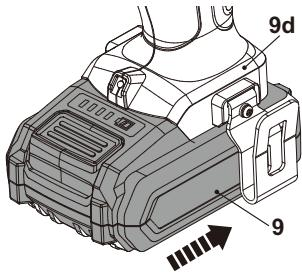

Fig. 2
- > Verrouillez l'interrupteur marche/arrêt (7) pour éviter tout démarrage accidentel en déplaçant l' inverseur de sens de rotation (6) en position centrale (voir la section ci-dessous « Fonctionnalités du produit - Inverseur de sens de rotation »).
- > Alignez le bloc-batterie (9) avec les fentes de coulissemement du port de connexion de la batterie (9a) et faites glisser le bloc-batterie à l'intérieur pour le fixer. Assurez-vous qu'il s'enclenche correctement (Fig. 2).